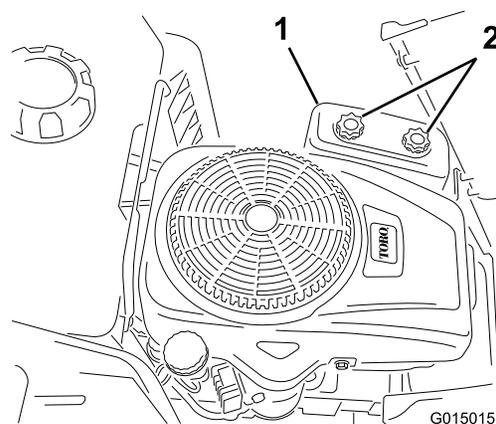

Figure 22
5. Retirez le couvercle du filtre à air en desserrant les 2 boutons (Figure 22).